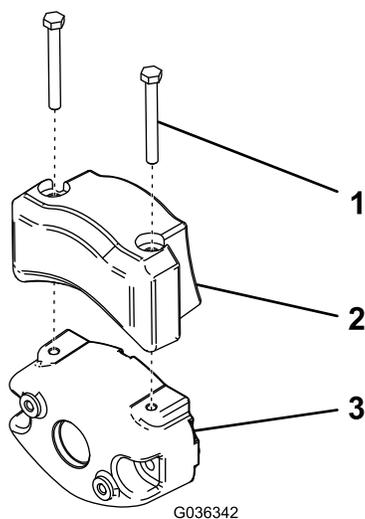

**Рисунок 47**
**Внимание:** Если необходимо наклонить режущий блок, подложите опору под заднюю часть режущего блока, чтобы гайки регулировочных винтов неподвижного ножа не упирались в рабочую поверхность (Рисунок 47).